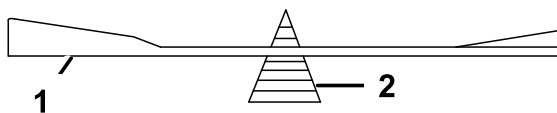

Figura 70
2. Controllate il bilanciamento della lama posizionandola su un bilanciatore (Figura 70).